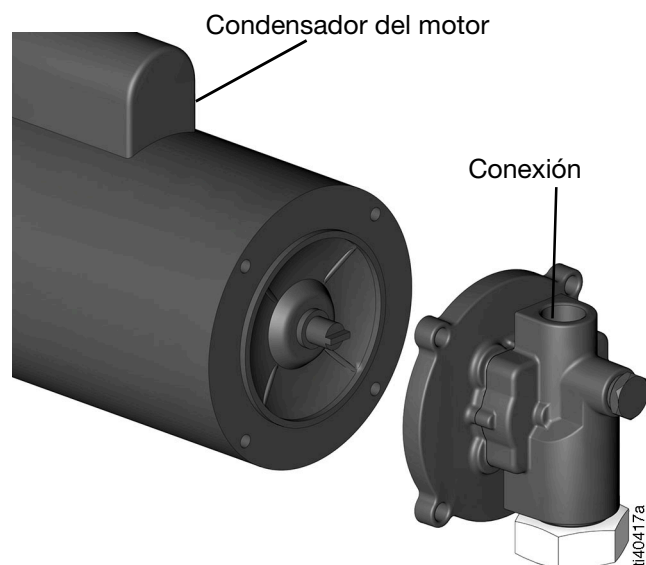

FIG. 6
2. La salida de la bomba debe mirar hacia arriba y el condensador del motor y la salida deben estar ambos en la parte superior (FIG. 6).